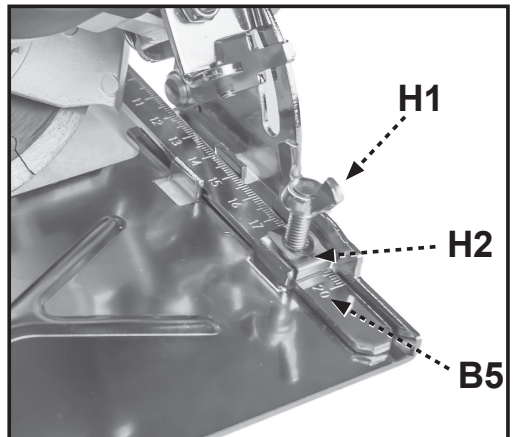

FIGURE 5
1. Installez les plaques d'usure de clips de calage (H2) suivant les indications de Figure 5.